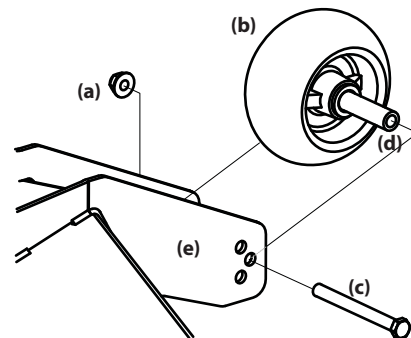

Figure 4-14
- Retirez l'écrou autobloquant (a) qui sert à retenir la roue de jauge avant (b) au plateau de coupe. Enlevez la roue de jauge avant (b), le boulon (c) et l'entretoise (d). Voir Figure 4-14.